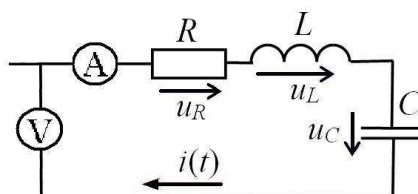

Рис.2.3
2.8. Собрать R-L-C цепь по схеме на рис. 2.3.